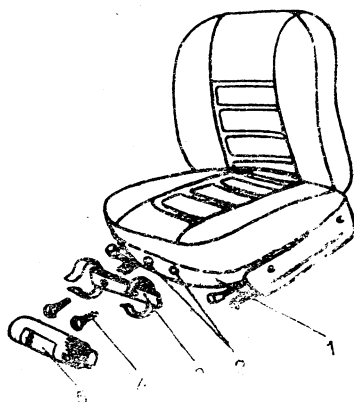

Рис. 129.
2. Порошковый огнетушитель удобно хранить в нижней части сиденья (см. рис. 129). Для этого в каркасе сиденья сверлят два отверстия по кронштейну, с которым продается огнетушитель, и закрепляют его самонарезающими винтами или болтами.